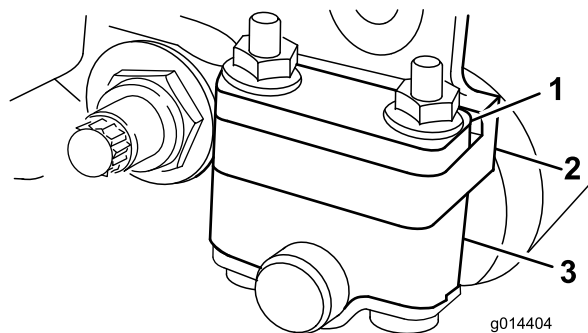
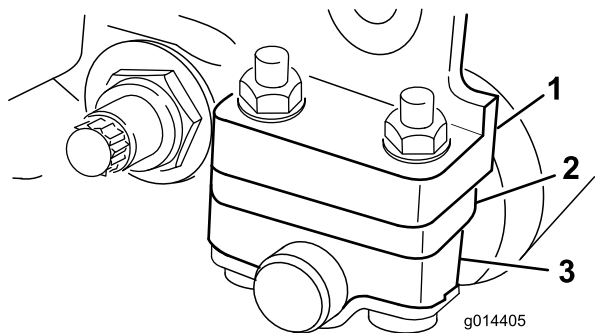

図 6
図 7
使用する刈高範囲に合わせて後ローラ・ブラケットの取り付け位置を上位置または下位置に変更します (図 6 または図 7)。
- ・ 刈高 1.6 mm ~ 6.4 mm の場合：スペーサをサイドプレート取り付けフランジの上 (出荷時の設定) にセットする (図 6)。
- ・ 刈高範囲が 3.2 ~ 25.4 mm の場合は、スペーサを、取り付けフランジの下にセットする (図 7)。
4. 必要に応じて、スペーサを、ローラ・ブラケットの上または下に入れてねじを通す（図 6または図 7）。